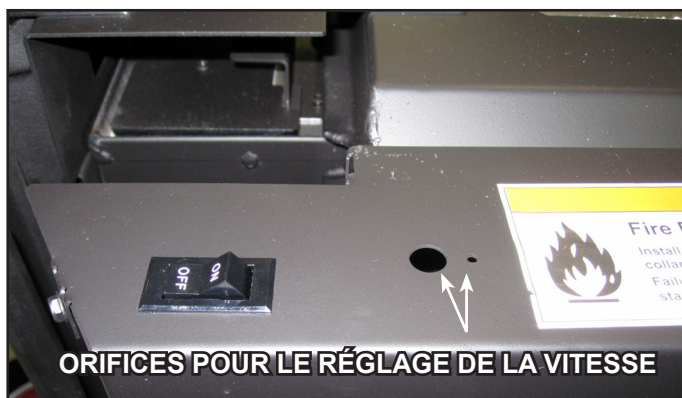

Figure 8.6 Orifices prépercés pour la commande de la vitesse
4. Enlevez le bouton et l'écrou de blocage du régulateur de vitesse. Installez le réglage de vitesse sur le carénage droit avec la tige sortant du trou prépercé. Serrez l'écrou de blocage et rattachiez le bouton sur la tige. Voir la Figure 8.6.